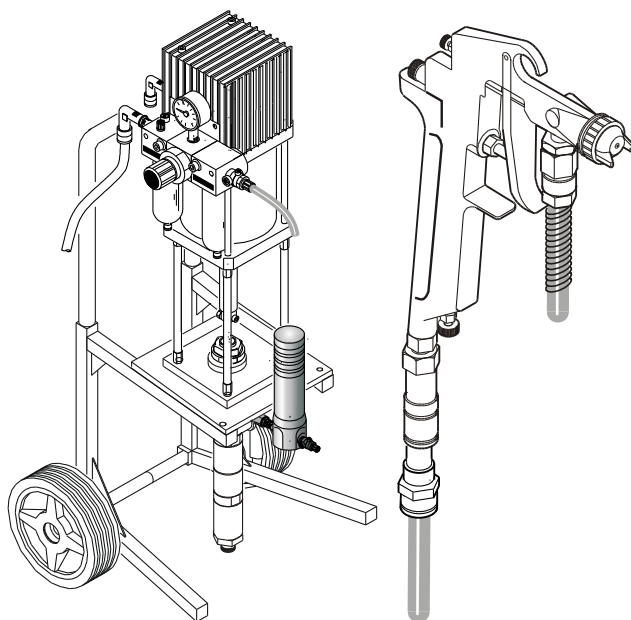

Fig.37
3) Controllare che i tutti i tubi (aria e prodotto) siano collegati in modo corretto (fig.37). Nel caso di errato posizionamento prima di scollegare qualsiasi tubo chiudere il rubinetto ingresso aria.